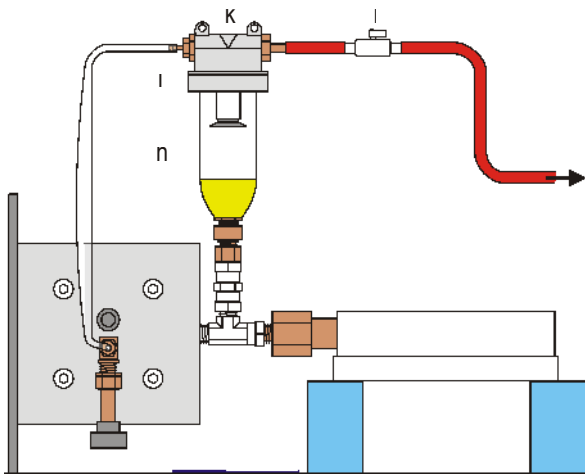

Fig. 8: Montage der Öl-Befüll-Vorrichtung und Anschluss der Vakuumpumpe (h) Ölbehälter, (i) Überwurfmutter, (k) Aufsatz, (l) Absperrhahn (bzw. Dosierventil)
- Überwurfmutter der Öl-Befüll-Vorrichtung lösen, Aufsatz abnehmen und Überwurfmutter über das Sicherheitsventil legen (siehe Fig. 8).